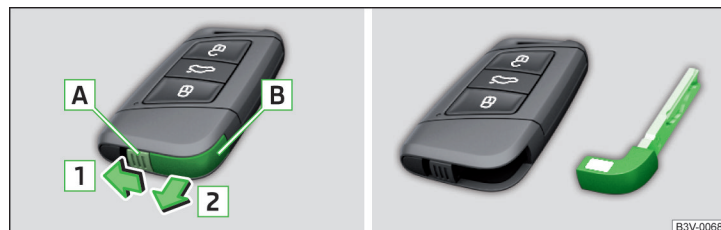

Fig. 352 Scoaterea cheii de urgență
- Deblocați elementul de fixare **A** în sensul săgeții **1** și scoateți cheia de urgență **B** în sensul săgeții **2** » fig. 352.